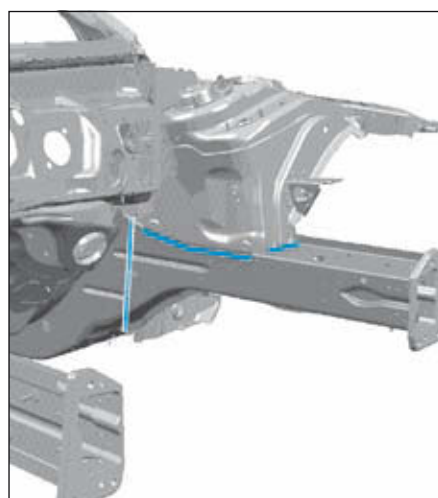

FIG.2
- Fraiser et couper le longeron avant (Fig.2) et (Fig.3).